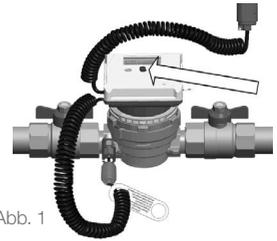

Abb. 1
**PLAUSIBILITÄTSPRÜFUNG (ABB. 1)**